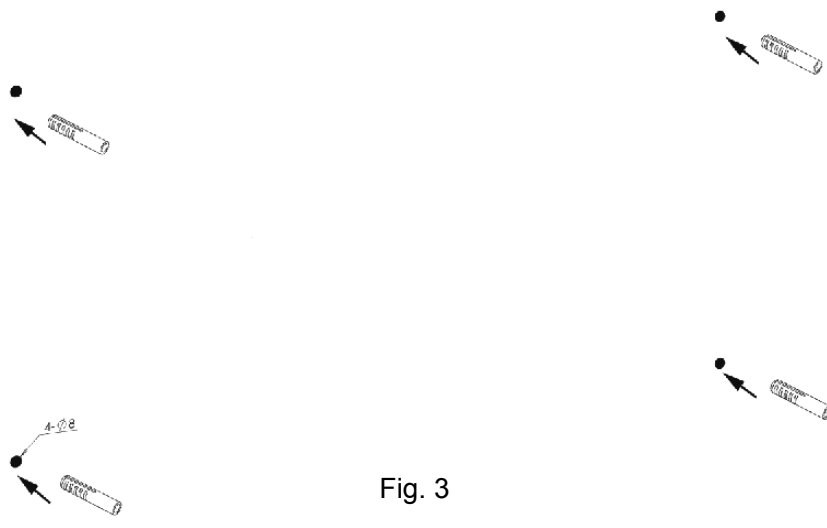

Fig. 3
- Enlever l'équerre de mur puis perce 4pcs  $\Phi 8$  trous sur le mur. Inserez la prise murale en plastique dans le trou. (Fig. 3) Si le mu rest du bois solide, il n'y a pas besoin de percer les trous sur le bois ni besoin de prise murales en plastique.